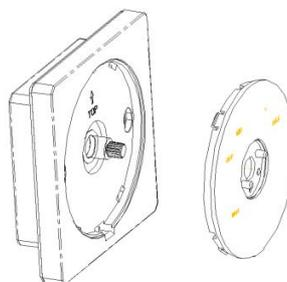

Figure: 5
3. Mettre le cadran sur la façade et tourner le curseur jusqu'à la position OFF (fig. 5)